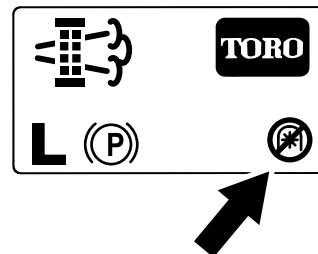

Figura 43
**Nota:** Sulla schermata Home viene visualizzata l'icona di disabilitazione della PDF (Figura 43).
**Nota:** Sulla schermata Home viene visualizzata l'icona di disabilitazione della PDF; fate riferimento a Figura 43 in Messaggi relativi alla rigenerazione parcheggiata \(pagina 41\).